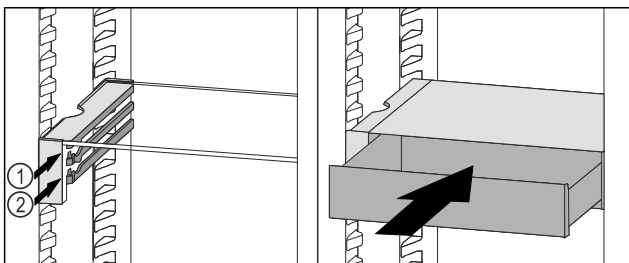

Fig. 149
- ▶ A VarioSafe-fiókot az ütközők mögött helyezze a kívánt bordára a Fig. 149 (1) vagy Fig. 149 (2) szerint.